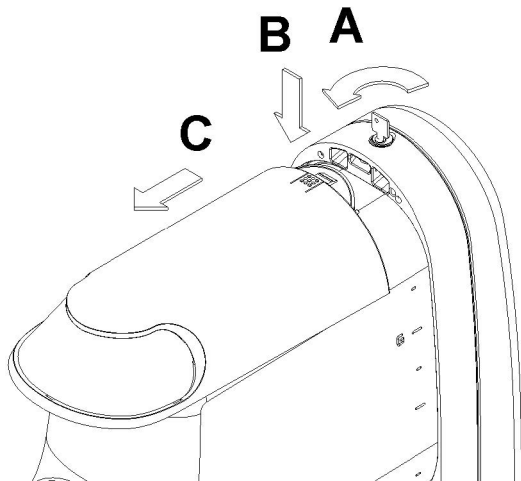

figura 29
Si la máquina dispone de cerradura para el cierre de seguridad de la tapa, girar la llave en el sentido contrario al de las agujas del reloj y desbloquear la tecla de apertura (ver figura 29).
**1** Para quitar la tapa del recipiente, pulsar la tecla superior B y deslizar la tapa C hacia la parte anterior del recipiente. Si la máquina dispone de cerradura para el cierre de seguridad de la tapa A, girar la llave en el sentido contrario al de las agujas del reloj y desbloquear la tecla de apertura (ver figura 29).